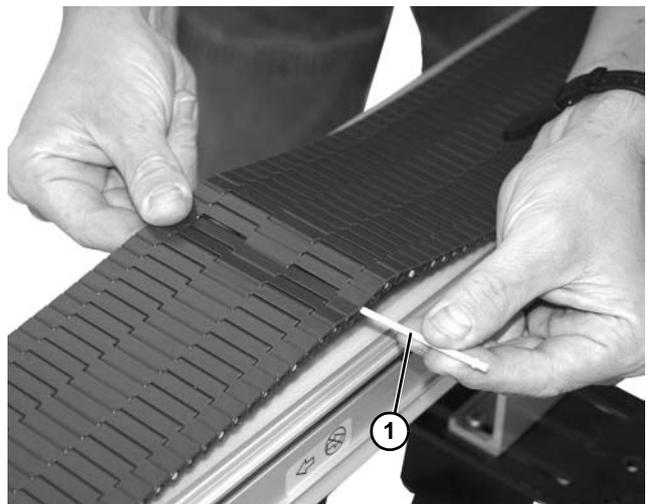

Abbildung 35
3. Stab herausnehmen (**Abbildung 35, Teil 1**) und Band trennen.